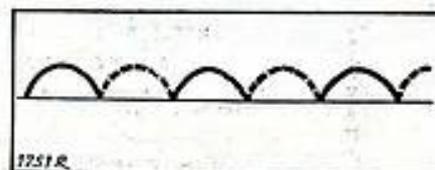

FIG. 5. — Les deux alternances passent, la seconde conservée mais orientée dans le sens de la première.
- 2° redresser les deux alternances en obligeant la seconde, de sens inverse à la première, à circuler pourtant dans le même sens qu'elle (figure 5).